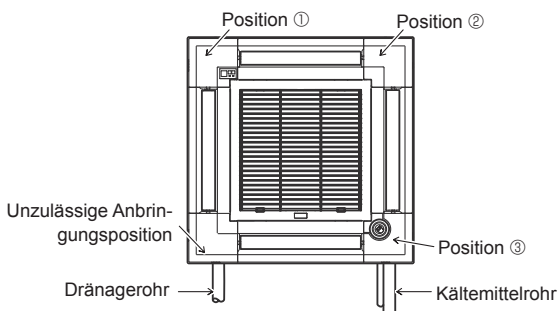

Fig. 9-11
Die Eckplatte des Signalempfängers kann nicht auf der Dränagerohrseite für das Hauptgerät angebracht werden. (Siehe Fig. 9-11)
- Die Eckplatte des i-see-Sensors sollte mit Schraube ③ am Gitter ① befestigt werden.
- * Wenn die Position des i-see-Sensors aus der Standardposition (Position ③) geändert wurde, müssen auch die Funktionseinstellungen geändert werden. (Siehe Seite 32 und Fig. 9-11)
- Die Eckplatte des i-See-Sensors kann nicht auf der Dränagerohrseite für das Hauptgerät angebracht werden. (Siehe Fig. 9-11)
- Position ①: Signalempfänger-Standardposition (Luftauslassmarkierungen □/□□□)
- Position ②: (Luftauslassmarkierungen □/□□)
- Position ③: i-See-Sensor-Standardposition (Luftauslassmarkierungen □□/□□□)